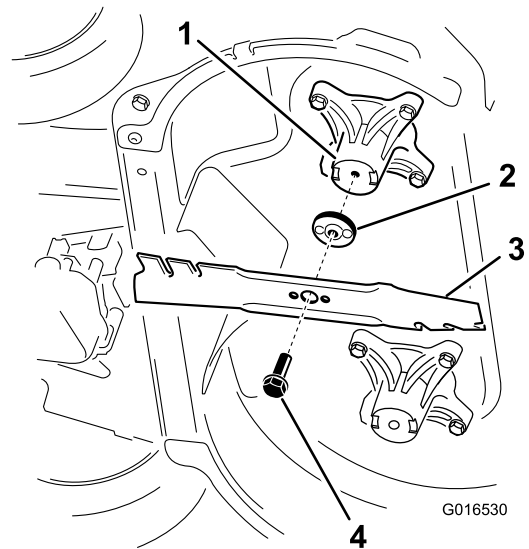

Bild 41
2. Entfernen Sie jedes Messer, siehe Bild 41.
1. Montieren Sie das erste Messer so, dass es horizontal ist, und alle Befestigungen, wie in Bild 41 dargestellt.